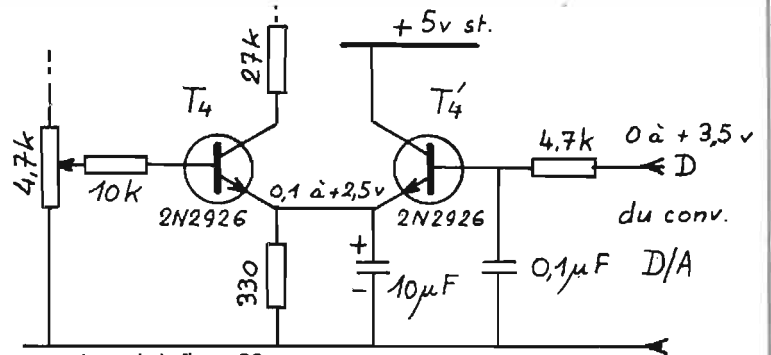
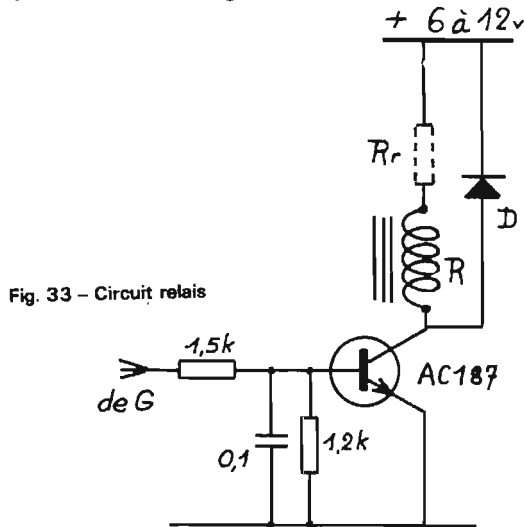

Fig. 32 - Variante de la figure 20
Fig. 33 - Circuit relais
a) Schémas. Ce sont ceux des chapitres précédents, avec le fameux Minibob en moins. Par contre la commande du relais se fait avec un transistor AC187, recevant sur sa base la tension G et protégé par diode (voir fig. 33).
— Sur le **modèle à découpage** (fig. 32) un **étage d'adaptation est nécessaire : T₄, un 2N2926 attaqué comme ci-dessus par la tension D et commandant par l'émetteur, celui de T₄. Une 330 Ω remplace le Minibob.** Comme la tension délivrée par le convertisseur est assez élevée, le curseur du pot/Aj. de l'émetteur de T₃ sera pratiquement au maximum d'amplitude. Dans les deux cas la commande du relais est la même : figure 33.